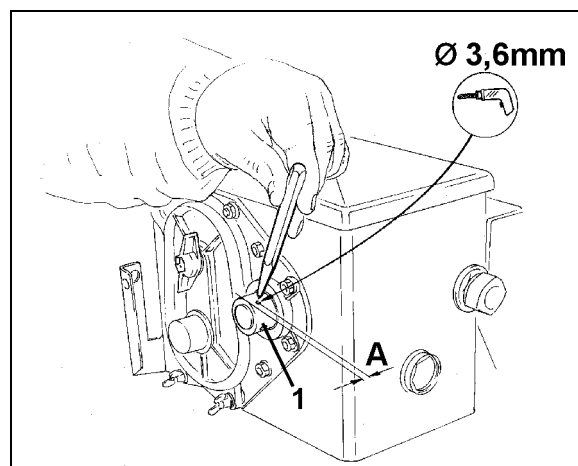

Fig. 10
3. effettuare un foro (\varnothing 3,6 mm) nell'albero cavo del riduttore (Fig. 10/1) utilizzando la punta del trapano in dotazione.
La distanza **A** (vedi Fig. 10) dal bordo dell'albero cavo al punto centrale del foro è di 5 mm. Centrare il foro.